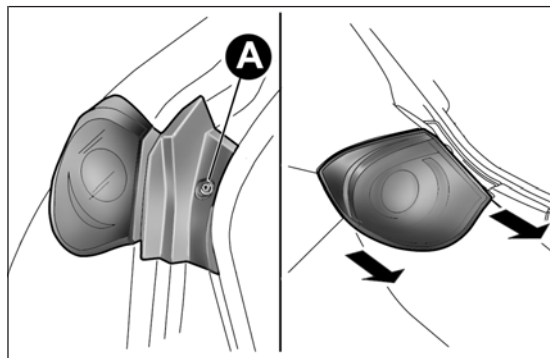

fig. 144
- ☐ apri il bagagliaio e svita la vite A fig. 144 di fissaggio del gruppo ottico posteriore;